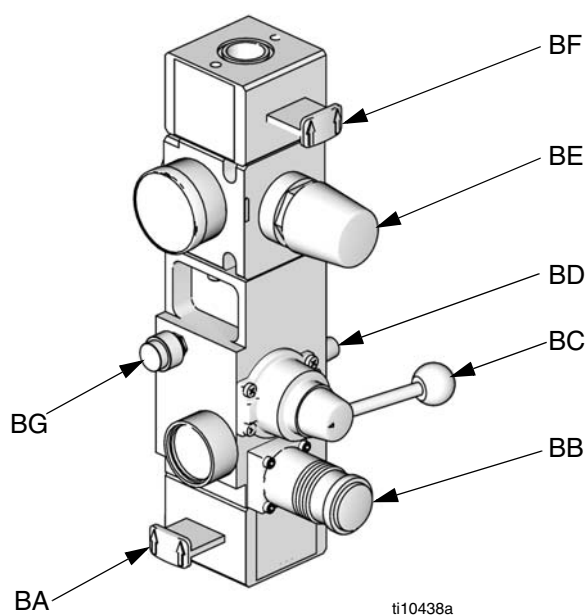
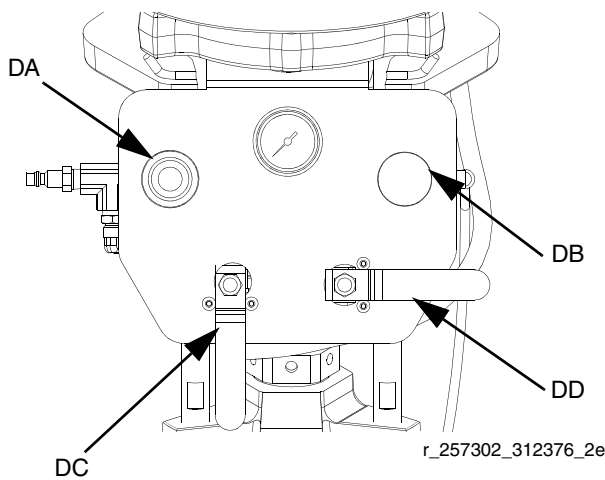

FIG.3. Module de commande pneumatique intégré
FIG.7 : Régulateurs d'air de l'élèveur
- G Commandes pneumatiques intégrées (voir FIG.3)
2. **Pour les régulateurs d'air de D200s, D200, S20, et D60 :** Voir page 12, FIG.3.
- a. Fermer la soupape à glissière du moteur pneumatique (BF) et la soupape à glissière principale (BA).
- c. Ouvrir et fermer la vanne de commande (BC) par à-coups pour purger l'air des vérins de l'élévateur.
3. **Pour les régulateurs d'air de L20c :** Voir page 14, FIG.7.
- a. Fermer la soupape du moteur pneumatique (DC) et le clapet d'air principal (DD). L'élévateur descendra lentement.
7. Ouvrir la valve de purge de la conduite de produit et la vanne de purge de la pompe (P). Tenir un récipient prêt à récupérer le produit d'écoulement.
8. Laissez la vanne de purge de la pompe (P) ouverte jusqu'à ce que vous soyez de nouveau prêt à pulvériser le produit.